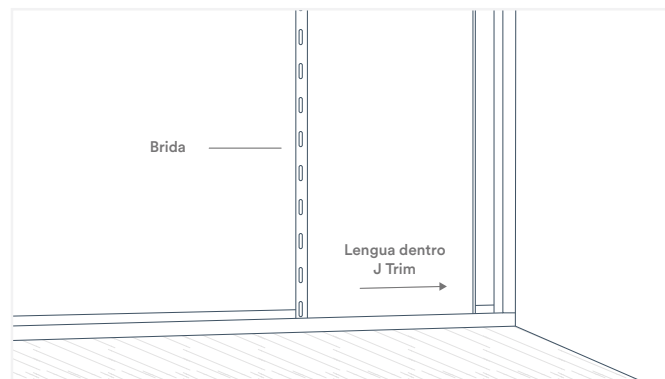

Fig. 13
4. Corte la longitud del primer panel para la primera hilera. Comenzando en la esquina donde cortó la moldura en J 1/2" más corta, coloque el panel con el lado de la lengüeta en la moldura de la esquina y el lado de la ranura (brida del tornillo) mirando hacia afuera de la pared (Fig. 13). Asegúrese de que el panel esté paralelo a la pared exterior antes de fijarlo. Deje un espacio de 1/8" entre el lado de la lengüeta del panel y la moldura adyacente. Fije al menos una vez cada 24" con los tornillos recomendados.